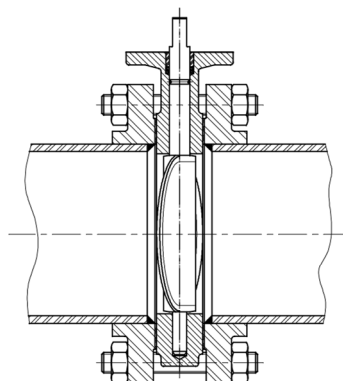

Fig. 2
- 5 - Instalar a válvula na posição semi-aberta para proteger as bordas da borboleta e não causar um torque excessivo no início de operação da mesma. Apertar levemente os parafusos (Fig. 2).